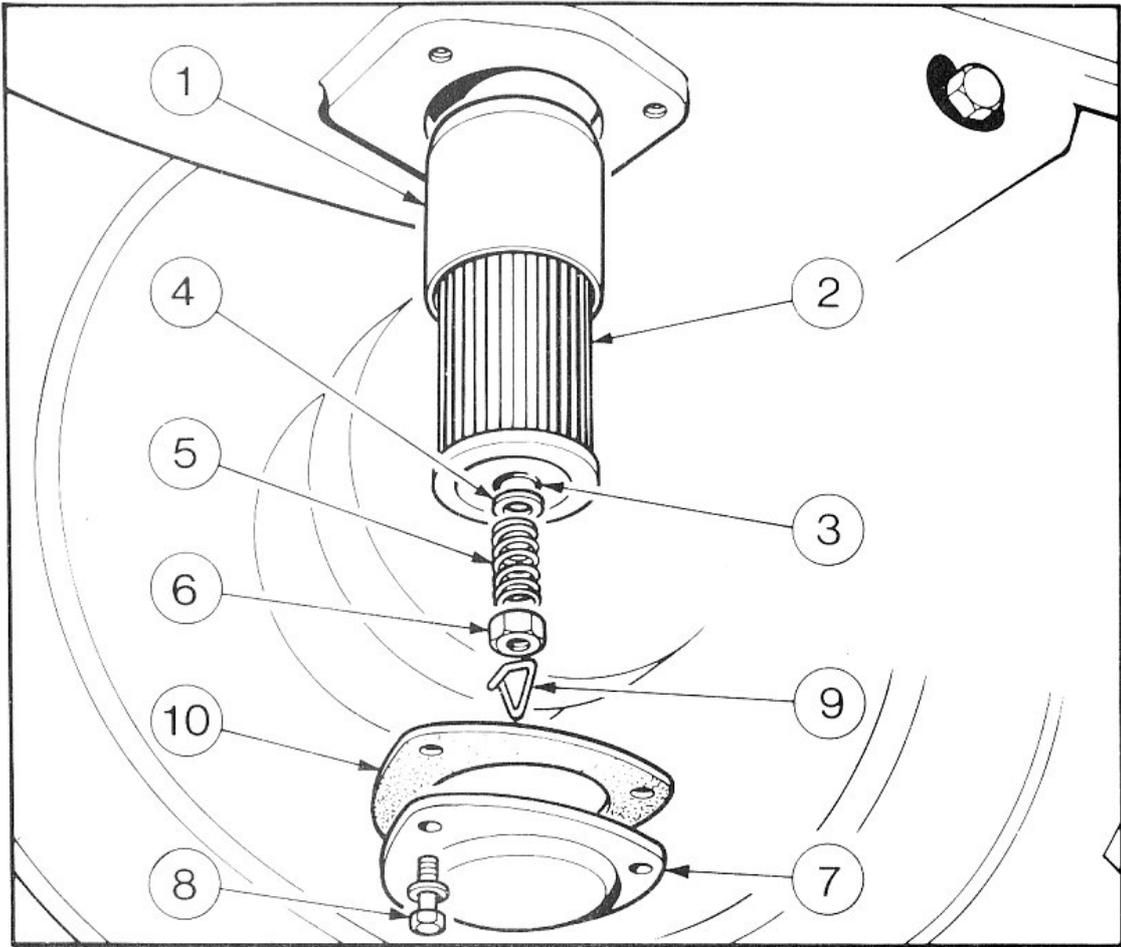

FIG. 24
2. (Fig. 24). Déposer les trois boulons (8) et les rondelles fixant la plaque (7) sous le carter de transmission.
3. Déposer le clip (9), l'écrou (6), le ressort (5), la rondelle (4) et le joint torique (3).
4. Tirer la crépine (2) et son boîtier (1).
6. S'assurer que le joint torique est en place dans la pompe, puis remonter le boîtier (1) et la crépine (2).
7. Remonter le joint torique (3), la rondelle (4), le ressort (5), l'écrou (6) et le clip (9).
8. Monter un joint neuf (10) et remonter la plaque (7) avec les trois boulons (8) et les rondelles.